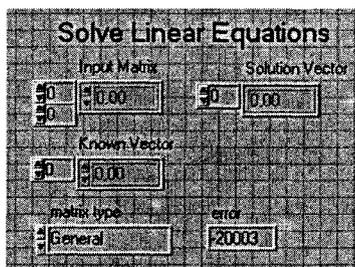

Рис. 3.4
Для определения назначения терминалов можно снова нажать на иконку правой клавишей мыши и открыть переднюю панель **Open Front Panel**. Передняя панель имеет вид, представленный на рис. 3.4. Уравнение (3) вводится таким образом: матрица коэффициентов **Input Matrix** (первая матрица уравнения) – подается на левый верхний терминал, вектор заданных воздействий **Known Vector** (правая часть) – подводится к левому среднему терминалу, а результирующий вектор **Solution Vector** (вектор искомых токов) – снимается с правого верхнего терминала.